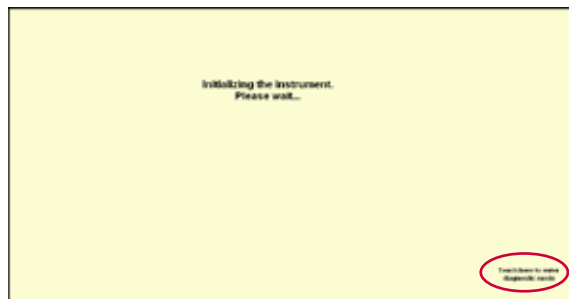
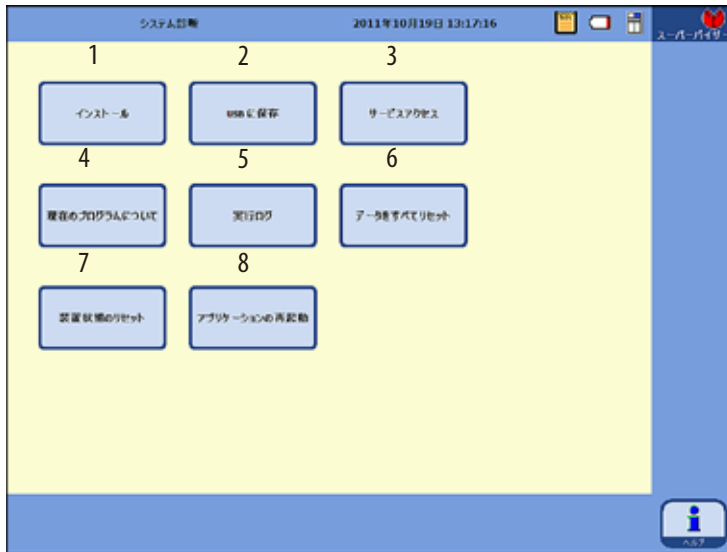

図 58
図 60
- 装置は電源オン後数分間初期化を行います。タッチスクリーンには左（図 58）のような表示が現れます。
(図 58)。タッチすると、「システム診断」メニューに進みます (図 60)。
このメニューを終了するには装置を再起動する必要があります。これを行うには、「アプリケーションの再起動」ボタン (図 60 の 8) を押し、続くメッセージに「はい」を選択します。図 58 と 図 59 に示す初期化手順が再実行されます。